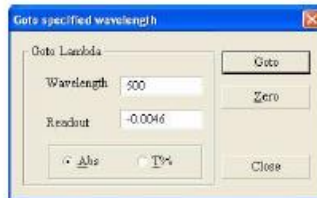

Fig. 4-1
1. Click  en la barra de herramientas y aparece , "Goto specified wavelength form "(Fig 4-1)